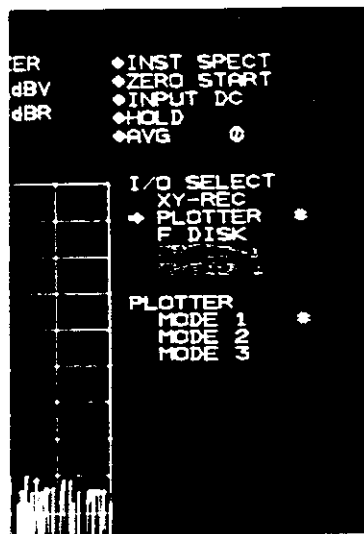

図 4-10 “PLOTTER”モードのメニュー
(4) プロッタの作図方法
① “PLOTTER”モードの設定
⑦⑧ **SELECT** スイッチのところでは説明した操作を行ない、I/O デバイスを “PLOTTER” に “#” (SETUP MARK) に設定しますと、[図 4-10] に示すように、PLOTTER モードとして “MODE 1” から “MODE 3” の選択のメニューが表示されます。